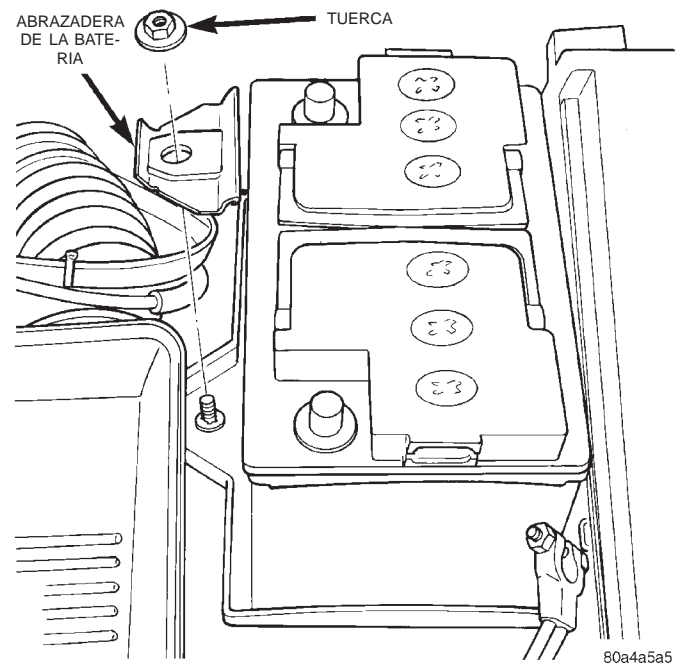

Fig. 17 Anclaje de la batería
- (3) Retire el anclaje de la batería (Fig. 17).